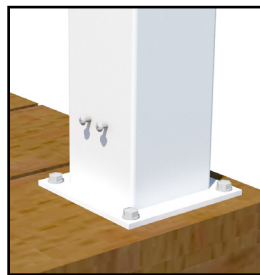

Fig. 4
- Retirez le support en L tout en laissant les vis en place avec les têtes de vis qui dépassent légèrement du poteau. (Voir la Fig. 4.)
- Desserrez les vis d'environ 1/8 de tour pour retirer les supports en L. (voir la Fig. 4.)